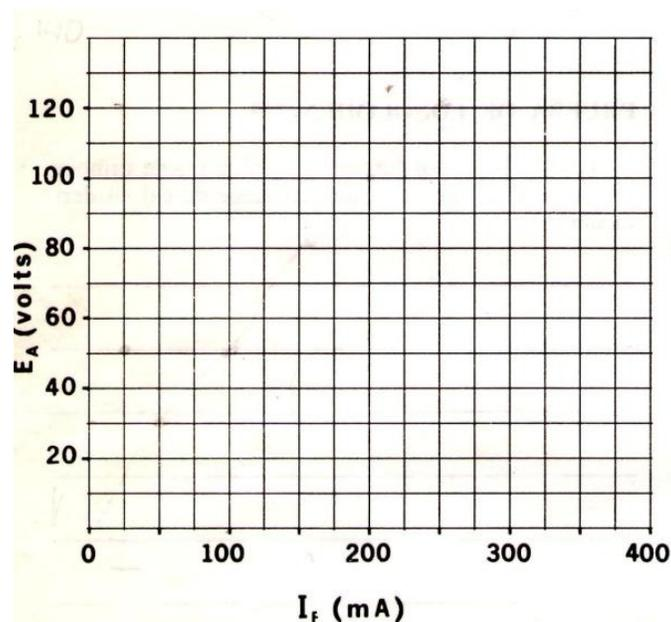

Figura 6-4.
3. En la gráfica de la **Figura 6-4** dibuje la curva característica de E_A en función de I_F del generador de c-d en derivación. Utilice los datos de la **Tabla 6-1**. Observe que la característica "se dobla" al aumentar la corriente de campo. ¿Puede explicar por qué sucede esto?